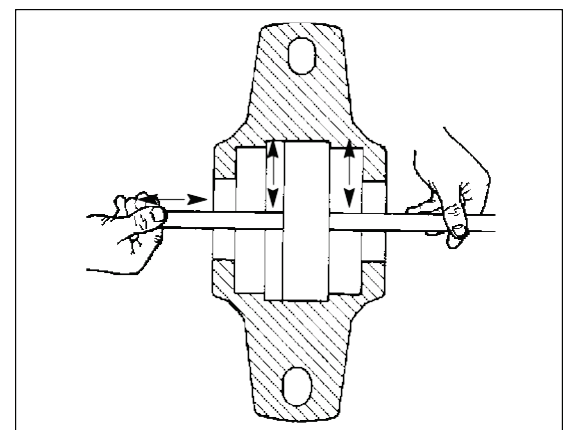

Abb. 8c: Messen des Spiels
2. Entfernen Sie die Befestigungsschrauben M10 (7) und die oberen Lagergehäuse (6).
5. Biegen Sie die Klaue des Sicherungsrings (3) aus der Kerbe der Achsmutter heraus und öffnen Sie die Achsmutter.
6. Entfernen Sie den Distanzring (3), wenn sich das Lager auf der Zuführungsseite befindet.
7. Messen Sie das Radialspiel auf der Oberseite des Lagers zwischen den Walzen und dem Außenring mit einer Fühlerlehre. Das Spiel sollte 0,02 bis 0,03 mm (0,008 bis 0,012") betragen. Messen Sie das Spiel, indem Sie die Fühlerlehre zwischen den Walzen (Punkt A, Abb. 8b.) durch das Lager schieben und dann die Lehre zwischen den Walzen und dem Außenring hin und her bewegen – siehe Abb. 8c. Drücken Sie die Fühlerlehre nicht mit Gewalt durch das Spiel.
8. Wenn das Spiel mehr als 0,03 mm beträgt, biegen Sie die Klaue des Sicherungsrings (2) aus der Kerbe der Achsmutter (1) heraus.
12. Montieren Sie das obere Lagergehäuse und ziehen Sie die Schrauben (6) mit 50 Nm (36 7/8 lbf) an.